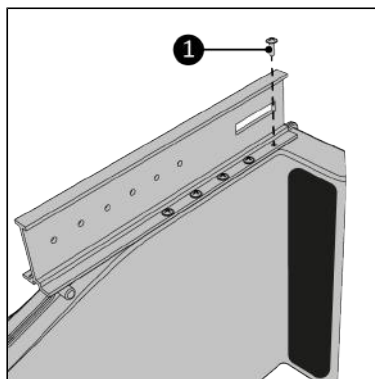

Figure 200.
5. Vissez le rail principal sur le Way-out au moyen des dix vis de 3,5 x 10 mm (Figure 200, pos. 1). Assurez-vous que tous les trous de vis correspondent.